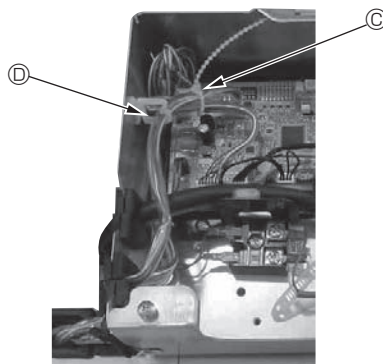

Fig. 10-14
- Coloque las partes sobrantes de los cables de enlace del sensor i-See y del receptor de señales en la caja de componentes eléctricos en el clip para cables de la forma mostrada en el diagrama, y sujete los cables con el remache. (Fig. 10-14)